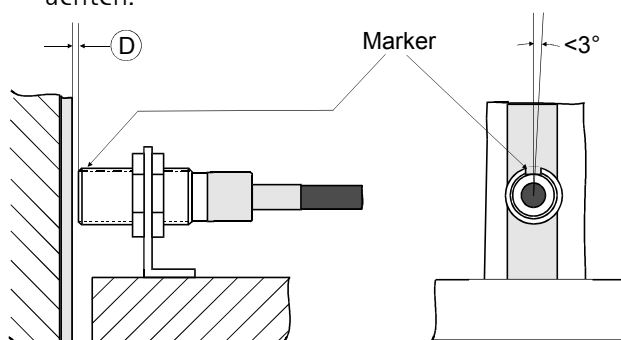

Abb. 9
- Die Mechanik bzw. Montagewinkel müssen auf dem gesamten Messweg die vorgegebenen Toleranzen zwischen Sensor und Band gewährleisten (s. Abb. 9 und Kap. 2.1). Ein Kontakt zwischen Sensor und Band muss verhindert werden.